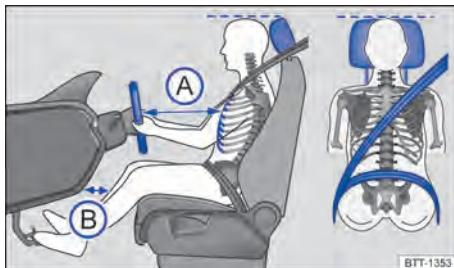

Fig. 19 Distância correta do condutor em relação ao volante, posição correta do cinto de segurança e ajuste correto do apoio para cabeça.
- Ajustar o banco de modo que a distância entre o volante e o tórax tenha no mínimo 25 cm → **Fig. 19 A** e que o condutor possa segurar o volante pela borda externa com as duas mãos e os braços ligeiramente flexionados.
- Ajustar o banco do condutor na direção longitudinal de modo que os pedais possam ser acionados com as pernas ligeiramente arqueadas e a distância para o painel de instrumentos na área do joelho seja de, no mínimo, 10 cm → **Fig. 19 B**.
- Ajustar o apoio para cabeça de modo que a sua borda superior se encontre preferencialmente na mesma linha da parte superior da cabeça → **Fig. 19** – porém não abaixo da altura dos olhos. Posicionar a parte posterior da cabeça o mais perto possível do apoio para cabeça.